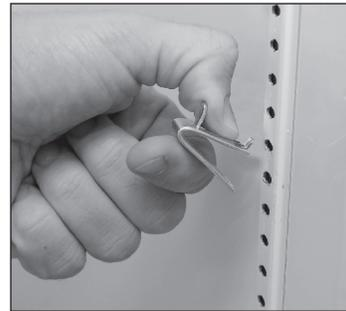

Fig. 1. Installation de la languette supérieure du clip d'étagère.
1. Accrochez les clips dans les supports pour les étagères. Voir fig. 1.